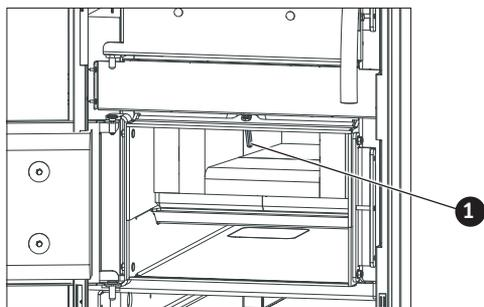

Fig. 37 Nettoyage de la sonde Thermocontrol
- ▶ Éliminer toute trace de suie présente sur la sonde Thermocontrol à l'aide d'un pinceau ou d'un chiffon doux – Fig. 37.